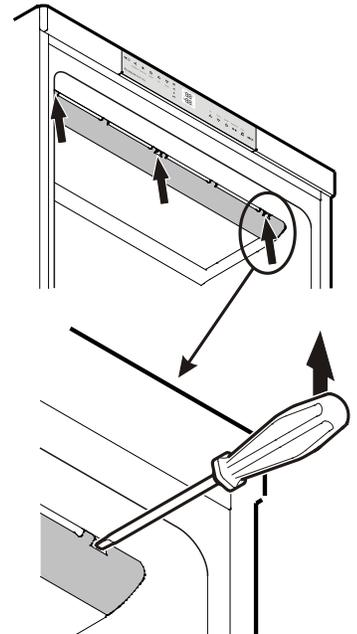

Figura 14
1. Desenclave la cubierta cuidadosamente por el lado izquierdo, medio y derecho con ayuda de un destornillador - **Figura 14**.